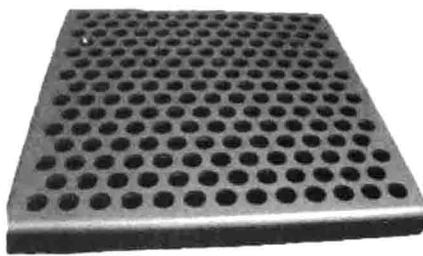

图 1-5 冲孔铝板
- 用途：使用时表面需作拉丝氧化处理，常用于要求重量轻的机器上，如图 1-5 所示为冲孔铝板。